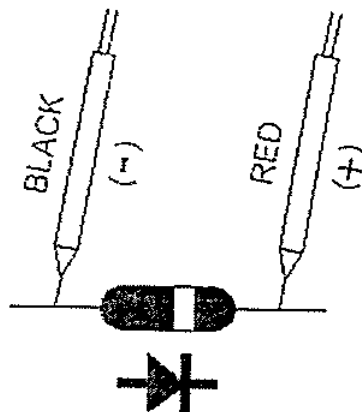

Fig. 3
- c. Quando ligado como ilustrado na Fig. 3, é efetuada uma verificação inversa no díodo. Se o díodo em teste estiver em boas condições, será visualizado “.OL”. Se o díodo em teste estiver danificado, será visualizado “.000” ou outros números. Um teste correto ao díodo deverá incluir ambos os passos a. e b. anteriores.